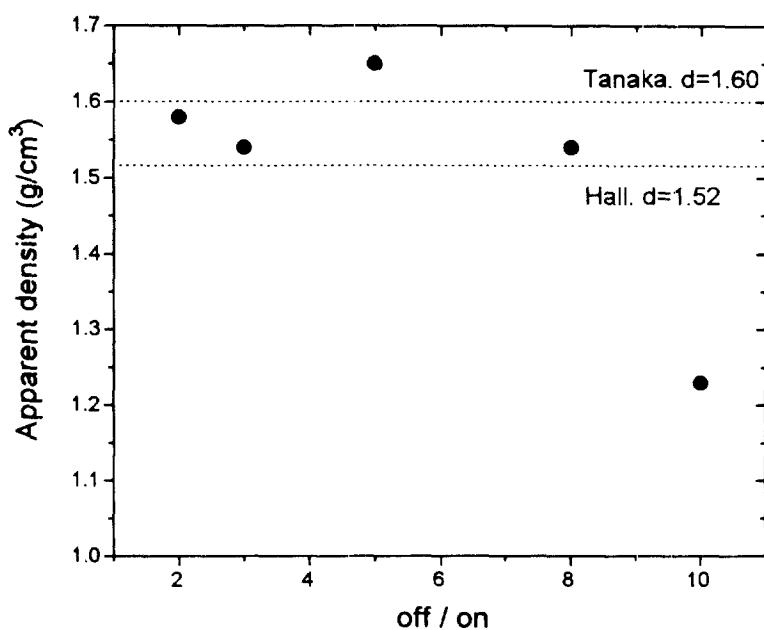

Fig.2 Relations of Apparent Density - Off/On
그러나, on : off 비가 너무 커지거나 주기가 길어지면 주입 되는 순간에 국부적으로 반응하는 NaOH의 양이 과잉으로 되고, 과잉의 NaOH는 (6)에서  $k_2 C_{OH}^2 > k_1$  이 되어 (4)와 같은 반응이 진행 되므로 고밀도의 제품을 얻을 수 없다. Fig.2는 펄스비에 따른 겉보기 밀도값을 Hall과 Tanaka사의 제품과 비교해 나타낸 것이다.